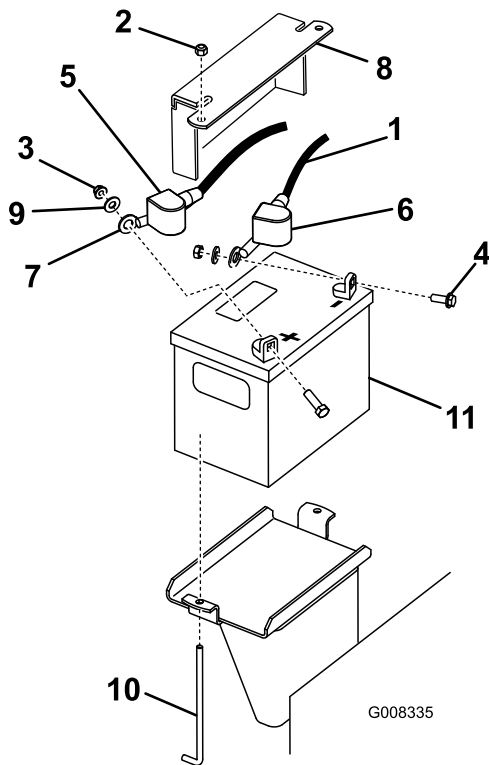

Figura 39
3. Togliete il cappuccio di gomma nero dal cavo negativo. Staccate il cavo negativo della batteria dal morsetto negativo (-) della batteria (Figura 39).
4. Fate scorrere la guaina del morsetto rosso via dal morsetto positivo della batteria (rosso), poi rimuovete il cavo positivo della batteria (rosso) (Figura 39).
5. Rimuovete la piastra di tenuta, i bulloni a J e i dadi di bloccaggio che fissano la batteria (Figura 39) e toglie la batteria.
1. Posizionate la batteria nella macchina (Figura 39).
3. Montate innanzi tutto il cavo positivo (rosso) della batteria sul morsetto positivo (+) della batteria con un dado, una rondella e un bullone (Figura 39). Infilate il cappuccio di gomma sul polo.
4. Montate quindi il cavo negativo della batteria e il filo di messa a terra sul morsetto negativo (-) della batteria con un dado, una rondella e un bullone (Figura 39). Infilate il cappuccio di gomma sul polo.